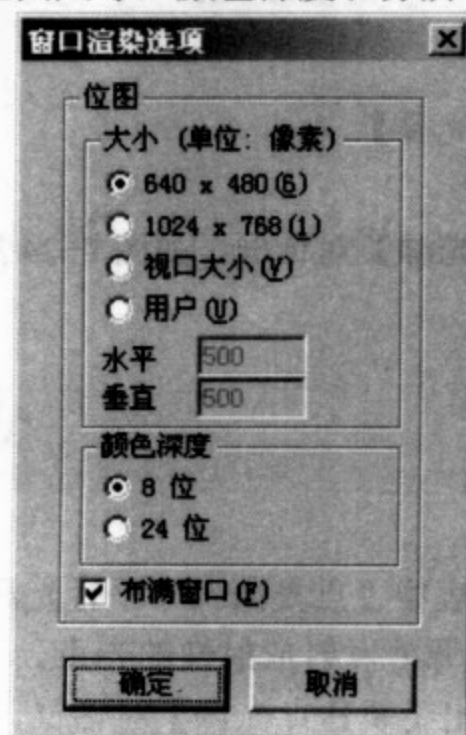

图 9-23 【窗口渲染选项】对话框
- (1) 打开。打开以文件形式保存的渲染位图文件。
- (2) 保存。将当前渲染图像保存为位图文件。
- (3) 打印。打印渲染图像。
(4) 选项。单击【选项】命令，弹出【窗口渲染选项】对话框，如图 9-23 所示，可以在对话框中选择位图图像的位图尺寸，颜色深度和分辨率。